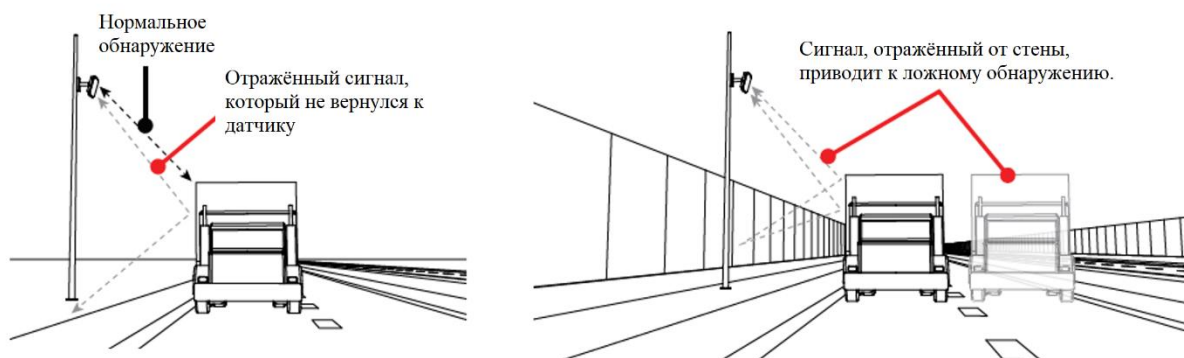

Рисунок 2.2
2.3.5 Не рекомендуется устанавливать изделия вблизи плоских поверхностей (например, зданий, дорожных пролетов, знаков), так как они создают переотражения сигналов от проезжающих ТС, дублируя их (рисунок 2.2).